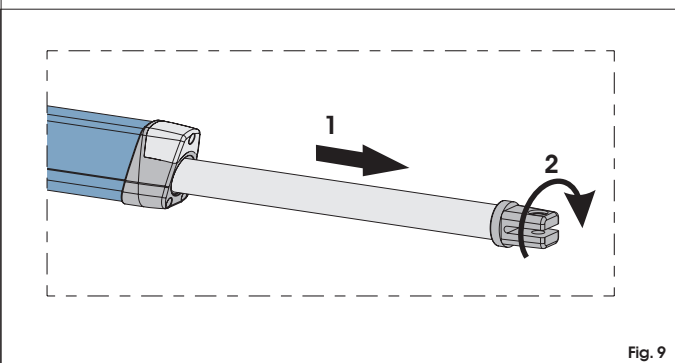

Fig. 9
- 4) Extraire complètement la tige jusqu'à la butée, fig.9 réf.1.
- 6) Tourner d'un demi-tour / un tour complet la tige en sens horaire, Fig.9 réf.2